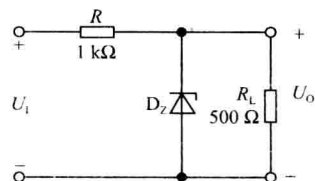

图 1.13
1.6 已知图 1.13 所示电路中稳压管的稳定电压 $U_Z = 6 \text{ V}$ ，最小稳定电流 $I_{Z\min} = 5 \text{ mA}$ ，最大稳定电流 $I_{Z\max} = 25 \text{ mA}$ 。